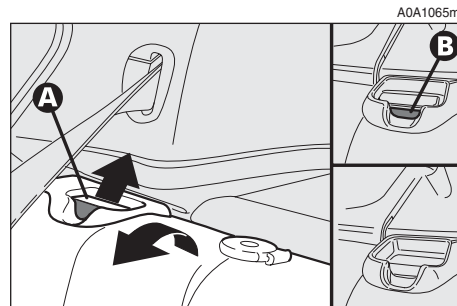
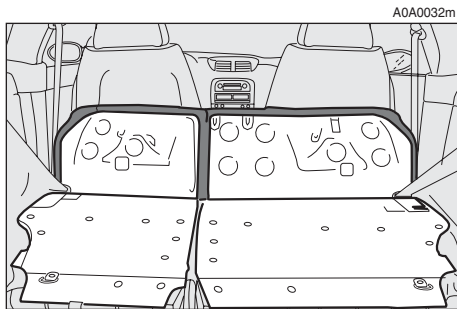

fig. 25
fig. 26
— transversalmente entre los respaldos de los asientos delanteros y los asientos traseros abatidos en caso de ampliación total del maletero (véase **fig. 26**).
– levante las palancas (**A-fig. 25**) de fijación de los respaldos y empújelos adelante, de forma que se obtenga una sola superficie de carga (**fig. 26**).
– levante la palanca de sujeción del respaldo (**A-fig. 25**) e incline este último hacia adelante.
- levante los respaldos empujándolos hacia atrás hasta oír el “clic” de bloqueo de ambos mecanismos de enganche, comprobando que no se vea la “banda roja” (**B**-fig. 25) presente en la parte superior de las palancas. De hecho, esta “banda roja” indica que el respaldo no está bien enganchado;